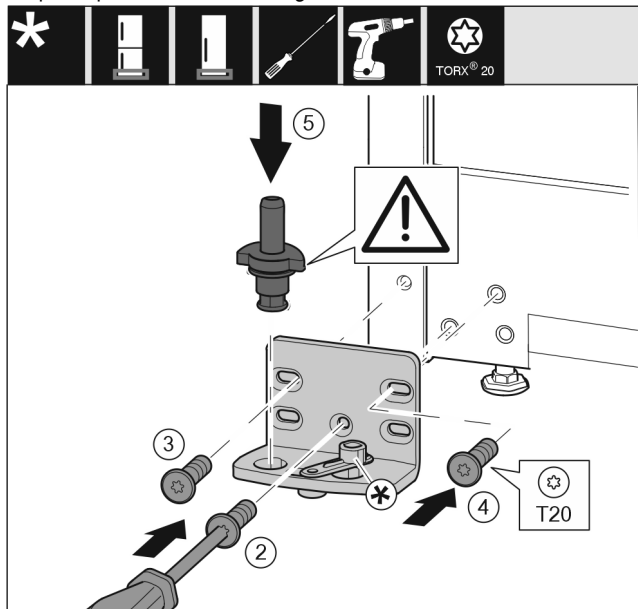

Fig. 14
- ▶ Vendosni bazamentin mbështetës në anën tjetër dhe mbërthejeni me ndihmën e një kaçavidë T20. Filloni me vidën 2 poshtë në mes. Fig. 14 (2)
- ▶ Mbërtheni fort vidën 3 dhe 4. Fig. 14 (3,4)
- ▶ Vendosni komplet në vend bazamentin mbështetës. Këtu bëni kujdes që gungat e kapjes të jetë të kthyer nga poshtë. Fig. 14 (5)